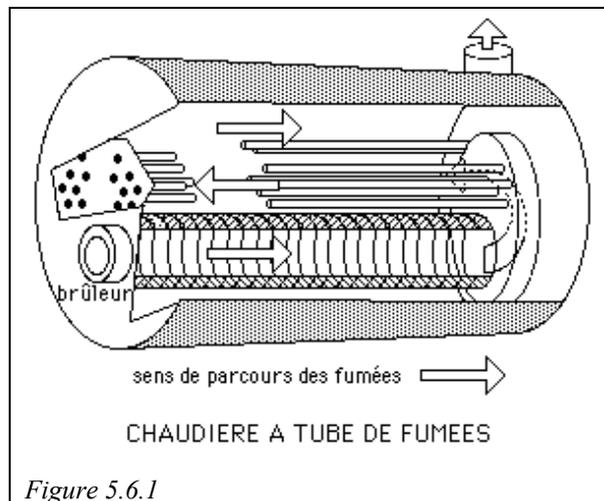

Figure 5.6.1
- dans les premières (figures 5.6.1 et 5.6.2), la flamme se développe dans un tube foyer ondulé, puis les fumées parcourent des tubes, en une ou plusieurs passes, l'eau se trouvant à l'extérieur ;